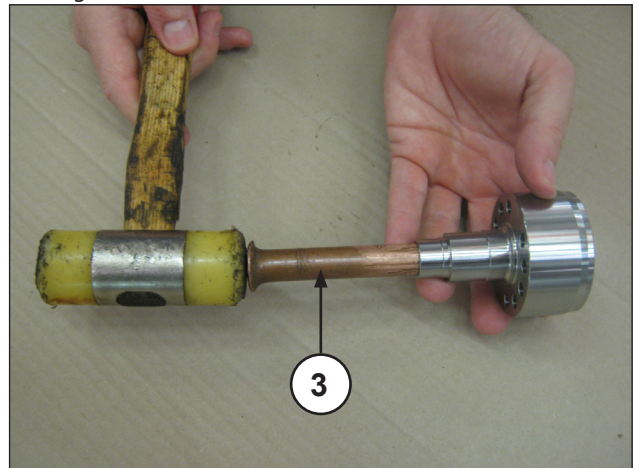

Abb. 52
- Mit abgetrenntem HD-Dichtungshalter und mit einem passenden Dorn (Pos. ③ Abb. 52) ziehen Sie den HD-Dichtungssatz (Hochdruck) (Pos. ④ Abb. 53) heraus und entnehmen schließlich die Kopfdichtung (Abb. 54).